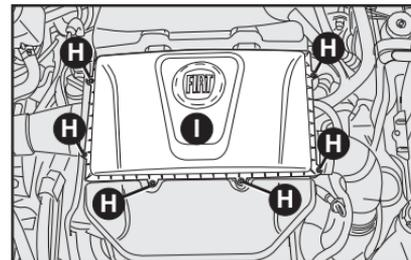

fig. 8
### SUBSTITUIÇÃO - figs. 8 e 9
- Soltar os parafusos **H-fig. 8** e retirar a tampa **I-fig. 8**.